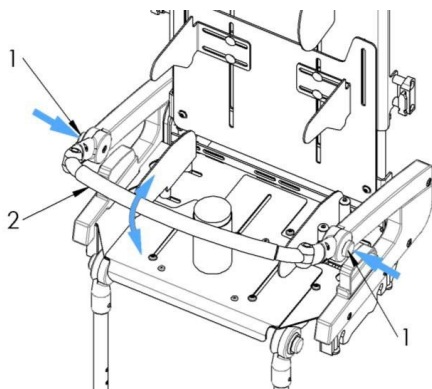
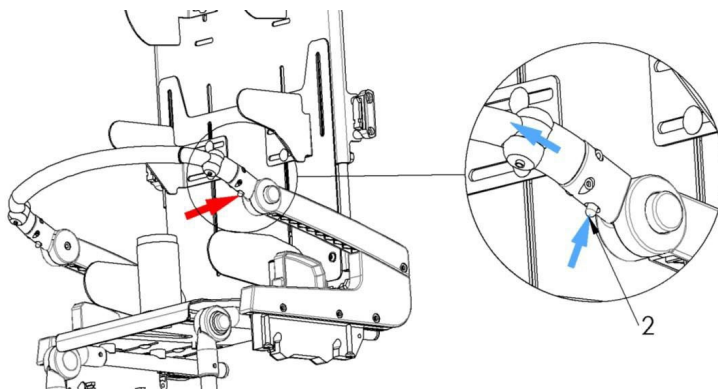

рис. 24
рис. 25
Для регулировки положения удерживающего поручня (2) нажмите кнопки (1) регулятора с обеих сторон сиденья, Рис. 24. Затем установите желаемое положение поручня. Для того, чтобы заблокировать поручень, отпустите кнопки и подвигайте поручень вверх -вниз до характерного щелчка. Чтобы снять удерживающий поручень, Рис. 25, нажмите кнопку (2) регулятора угла и вытяните поручень из гнезда регулятора.